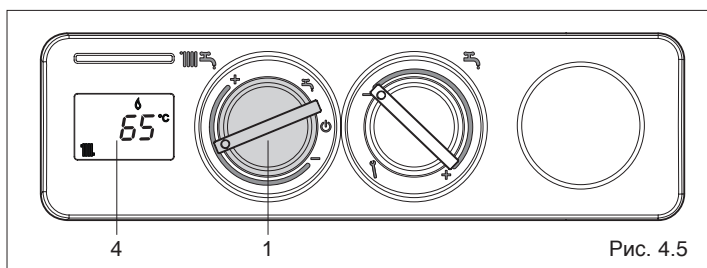
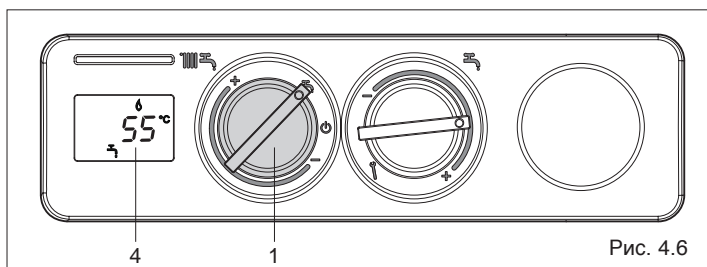

Рис. 4.5
Рис. 4.6
- **Режим «Зима»:** установите переключатель функций (1, Рис. 4.5) внутри зоны, обозначенной знаками + и -, если вы хотите, чтобы котёл работал на отопление и на ГВС. Приоритет будет у функции ГВС. При запросе на нагрев воды в бойлере на дисплее (4, Рис. 4.5) отобразится температура воды в бойлере, значок работы в режиме ГВС и значок пламени. При запросе тепла для контура отопления котёл включится, на дисплее (4, Рис. 4.6) отобразится температура воды в контуре отопления, значок работы в
- **Режим «Лето»:** при повороте переключателя на символ (1, Рис. 4.6) включится летний режим работы котла (только ГВС). Котёл будет находиться в режиме ожидания до тех пор, пока не поступит запрос на нагрев воды в бойлере, тогда горелка разожжётся, а на дисплее (4, Рис. 4.6) отобразится температура воды ГВС, значок работы в режиме ГВС и значок пламени. Котёл будет работать до тех пор, пока не будет достигнута заданная температура. После этого он снова перейдёт в режим ожидания "stand-by".